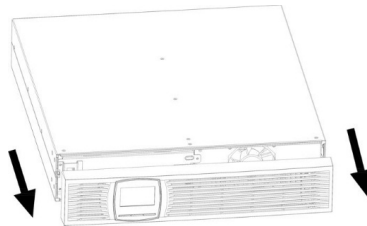

Abbildung 21: Entfernen der Frontblende
1. Entfernen Sie die Frontblende (siehe Abbildung 21). Ziehen Sie hierzu die Blende nach vorne.